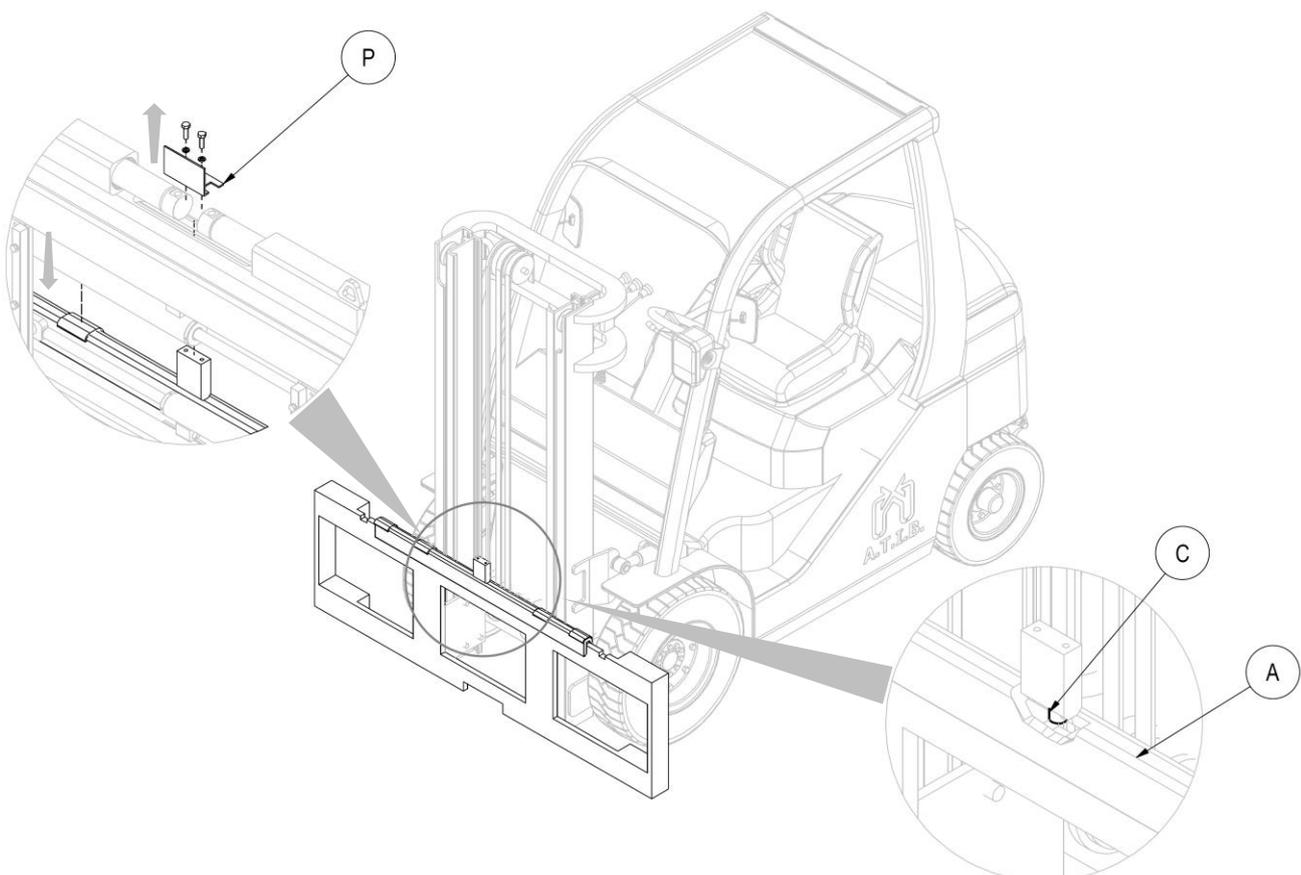

Figure 6
4. Saisir manuellement le double crochet **A** (avec les bagues de glissement), après avoir dévissé les vis de la « tôle pliée de protection » (**P**), et le positionner sur le profil supérieur du tablier porte-fourches, en veillant à emboîter le goujon de centrage **C** dans l'encoche centrale de celui-ci (voir Figure 6).